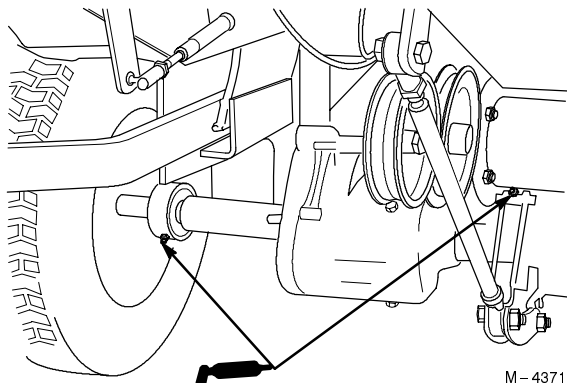

Figure 25
3. Graissez les roulements d'essieux (Fig. 25).